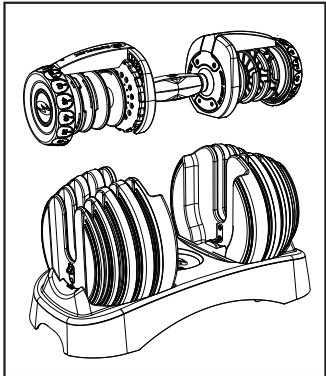

图 2
2. 您应能够将把手从底座中垂直提起，同时所有配重片应留在底座中（图 2）。